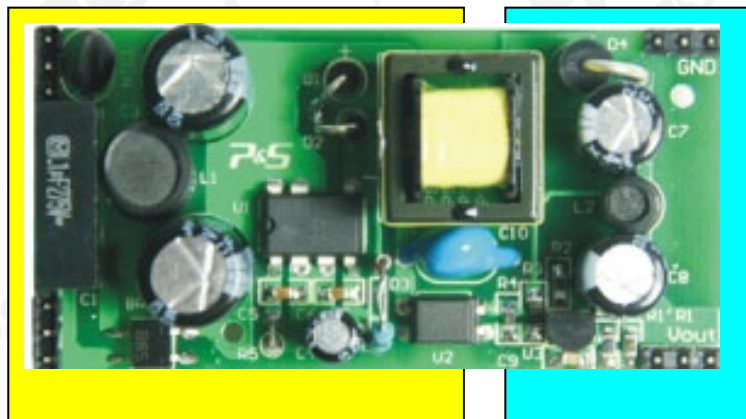

图 1-10 产品带有高电压和高温的区域 (实际产品与图示照片可能不完全一致)
- 1、PS 系列板级产品 (EVB 后缀) 是完全开放的产品，全部器件及引脚裸露，在电源的输入部分元件和引脚带有可危及人生命的高电压,如图 1-10 左边黄色区域标识部分；在电源输出部分的整流器、电解电容及高频变压器等元件上，则有可能伤害人体的高温，如图 1-10 右边蓝色区域标识部分。因此，在产品通电情况下，不能用手或人身体的其他部位接触产品！对这些产品的测试，检修，拆卸工作，必须由受过培训的专业人员来操作。